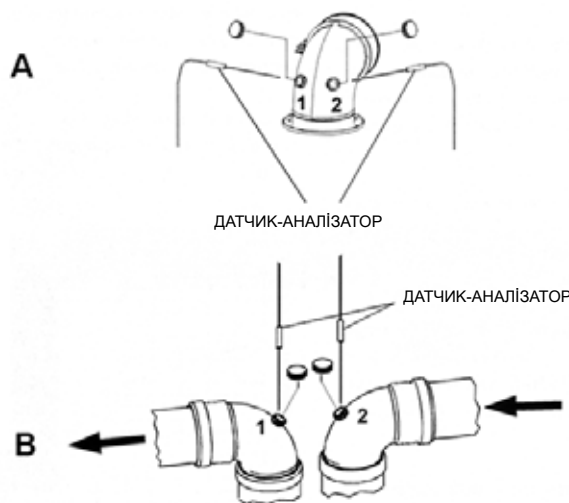

Рис. 14 Точки введення зондів при вимірюванні ККД
- виміряти температуру повітря через отвір 1 (див. відпов. (А) Рис. 14 Точки введення зондів при вимірюванні ККД , для котлів з закритою камерою згоряння з димоходом обладнаним пробовідбірниками).
- виміряти температуру димових газів і вміст CO2 через отвір 2 (див. відпов. (А) Рис. 14 Точки введення зондів при вимірюванні ККД , для котлів з закритою камерою згоряння з димоходом обладнаним пробовідбірниками).
- виміряти температуру повітря через отвір 2 (див. відпов. (В) Рис. 14 Точки введення зондів при вимірюванні ККД , для закритої камери згоряння з димоходом обладнаним пробовідбірниками).
- виміряти температуру димових газів і вміст CO2 через отвір 1 (див. відпов. (В) Рис. 14 Точки введення зондів при вимірюванні ККД , для котлів з закритою камерою згоряння з димоходом обладнаним пробовідбірниками).